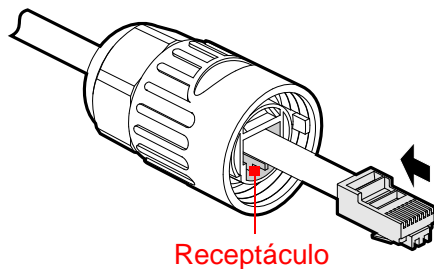

Figura 3-31 Posição do receptáculo
- Etapa 2 Após a crimpagem, insira o plugue RJ45 no receptáculo (conforme mostrado na Figura 3-31) e, em seguida, aperte a contraporca.